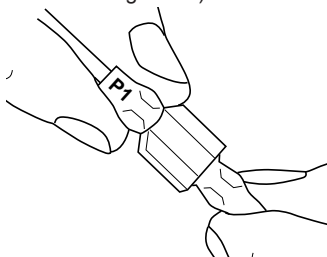

Figura 17 - Conexión de cables P1
8. Insertar el puerto macho, que está en el cable de suministro de energía negro (marcado con P2), en el puerto hembra correspondiente (marcado con P2), (consulte la Figura 17).